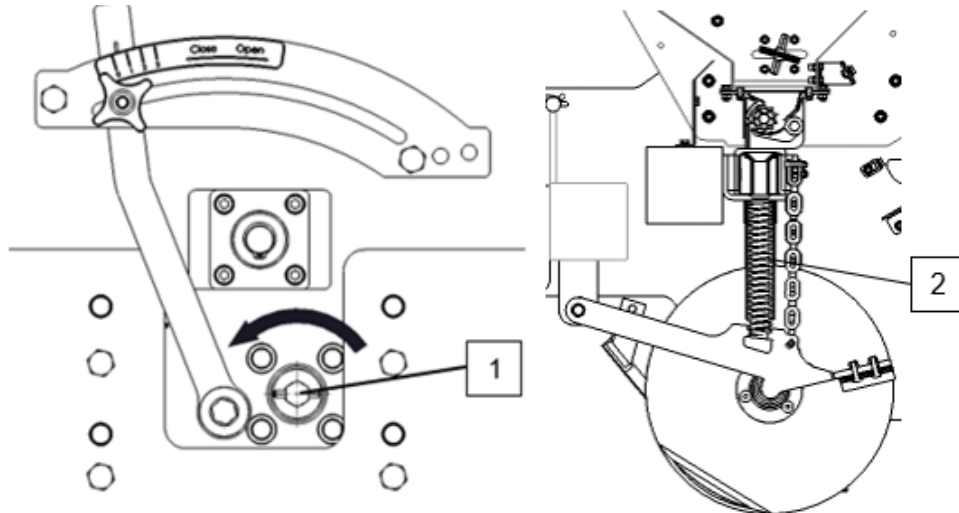

Fig. 7-1
- Verificare che il passaggio del seme (2) non sia ostruito. (Fig.7-1)